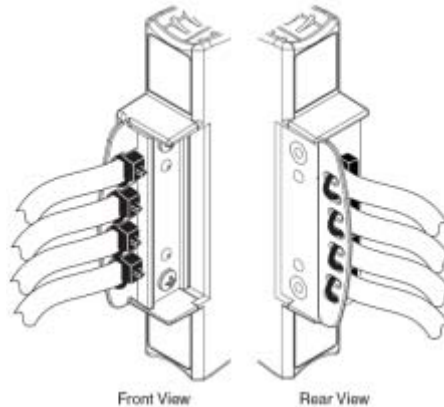

Figura 66.- Asegurando con las bandas para cables
- Coloque nuevamente la tapa en su lugar y coloque bandas para asegurar los cables como se muestra en la Figura 66.